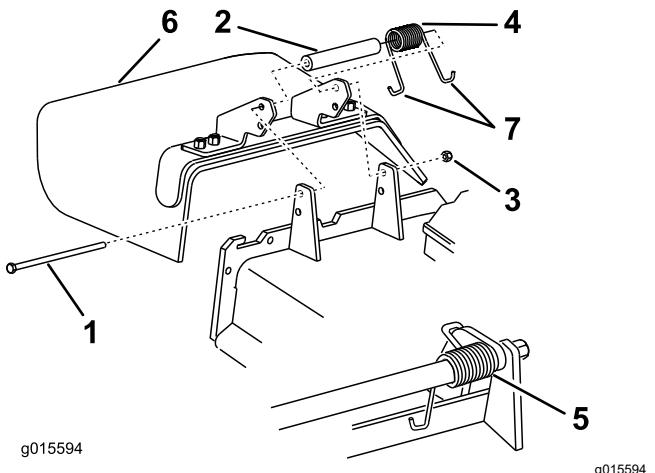

Figura 87
1. Retire a porca de bloqueio, o parafuso, a mola e o espaçador que fixam o defletor aos apoios de articulação (Figura 87).
Nota: Certifique-se de que está instalada uma extremidade em J por detrás da extremidade da plataforma antes de colocar o parafuso como se mostra na Figura 87.
6. Coloque uma extremidade em gancho J da mola em torno do defletor de relva (Figura 87).